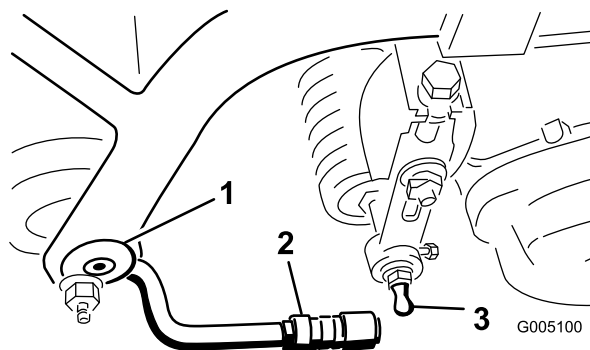

Figura 11
2. Montate un perno a sfera su ciascun lato del rullo anteriore degli apparati di taglio (Figura 11).
4. Fate scorrere indietro il manicotto sul giunto sferico e ruotate il braccio di traino verso il basso in modo che l'attacco si agganci sul prigioniero a sfera. Rilasciate il manicotto in modo che scorra sul prigioniero e blocchi l'intero gruppo (Figura 11).